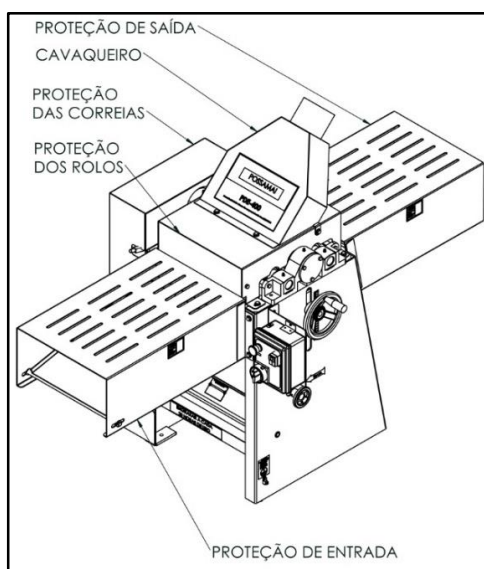

Figura 15: PROTEÇÕES DE SEGURANÇA
Esta máquina possui proteções em suas áreas de risco, as quais descrevemos abaixo (ver figura 15). Todas as proteções poderão ser retiradas da máquina somente para manutenção e com a máquina totalmente desligada e com o cabo de alimentação desconectado da rede elétrica.
- C) Verificar se a proteção de segurança esteja em seu devido lugar (ver figura 15 Proteções de segurança) não operar a máquina sem as proteções;